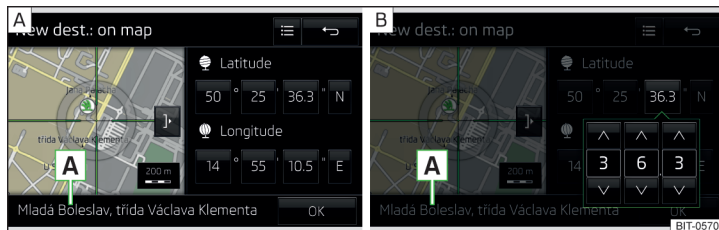

Fig. 207 Introducir destino: a través del punto del mapa / con ayuda de las coordenadas GPS
- Por el toque de la pantalla desplazar el destino deseado en la cruz reticular » fig. 207 - [A].
- Pulsar la superficie funcional con el valor deseado de las coordenadas GPS para la anchura gráfica  y la longitud gráfica  » fig. 207 - [B].
Si están disponibles informaciones sobre el punto introducido en los datos de navegación del Infotainment, entonces serán visualizadas en vez de las coordenadas GPS (p.ej. dirección [A] » fig. 207).